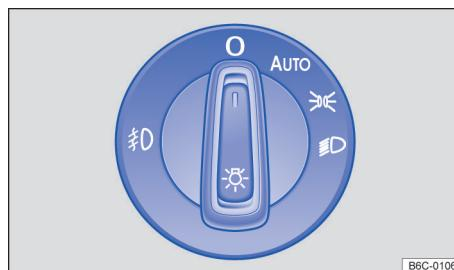

Fig. 74 Ao lado do volante: interruptor de luzes (uma variante).
- **Ligar o farol de neblina** : Puxe o interruptor das luzes para fora → Fig. 74, até a primeira ranhura. A luz de controle se acende no interruptor na cor verde.